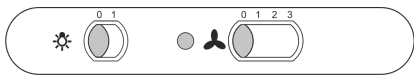

рис. 9
7.2 Управление вытяжкой производится при помощи ползункового переключателя (рис. 9).